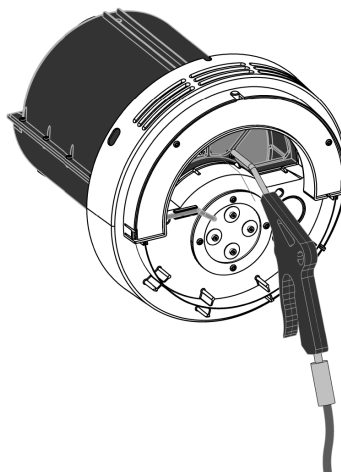

Figure 33 - Nettoyez soigneusement la centrale avec de l'air comprimé.
6. Posez la centrale sur une surface plane. Détachez le couvercle intérieur. Pour nettoyer la centrale, soufflez doucement sur la partie extérieure avec de l'air comprimé (voir Figure 33 ci-dessous).